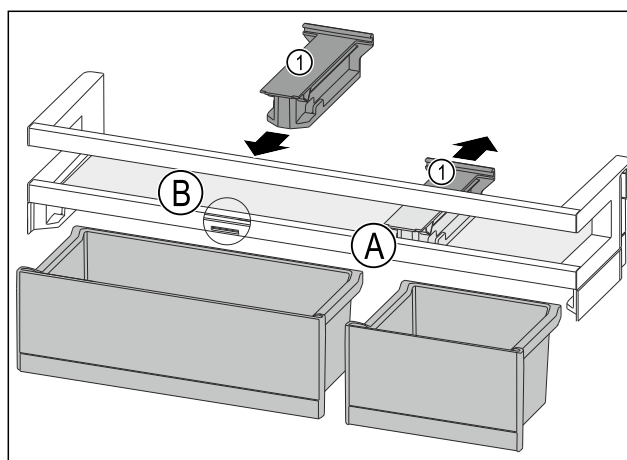

Fig. 152
- Tirare l'elemento di tenuta Fig. 152 (1) all'indietro per portarlo in posizione Fig. 152 (A).
- Inserire l'elemento di tenuta Fig. 152 (1) in posizione Fig. 152 (B).